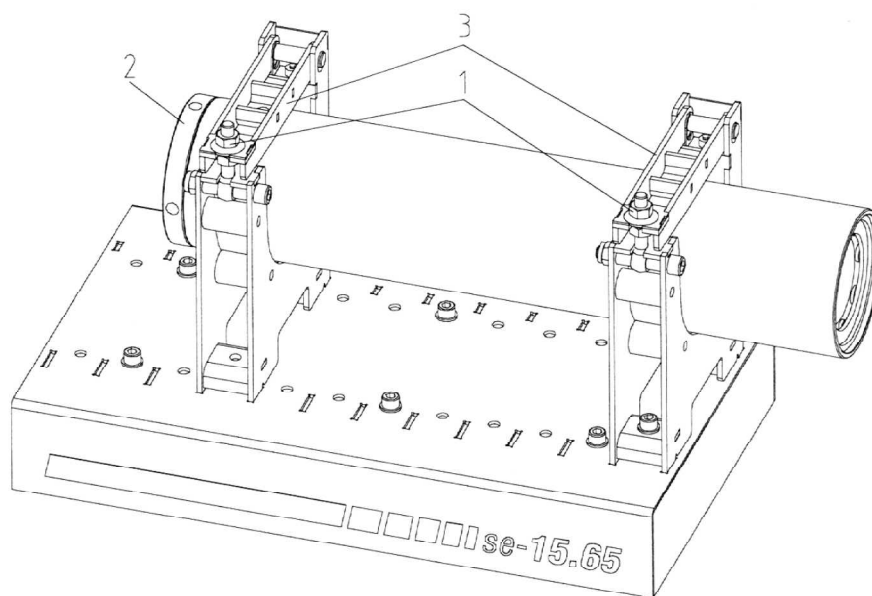

Fig. 15.1 – Dépose cartouche
- U Desserrer de 1 tour les écrous de sécurité (**fig. 15.1 repère 1**) des étriers avant et arrière.
- V A l'aide d'un axe de diamètre 12 mm (non fourni), dévisser le couvercle de sécurité se situant à l'arrière de la cartouche (**fig. 15.1 repère 2**) jusqu'à ce qu'il soit libéré.
- W Desserrer à nouveau les écrous de sécurité (**fig. 15.1 repère 1**) afin de libérer les bras (**fig. 15.1 repère 3**) des étriers et les relever.
- Y Déposer l'écrou de sécurité se situant à l'arrière de la cartouche (**fig. 15.1 repère 2**).